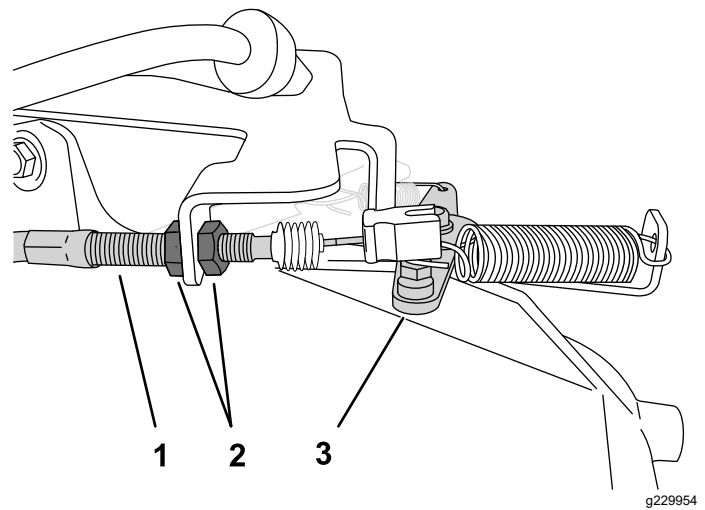

Bild 41
2. Lösen Sie die vordere Klemmmutter am Bowdenzuggehäuse und ziehen Sie die hintere Klemmmutter an, um den niedrigen Leerlauf zu erhöhen (Bild 41).